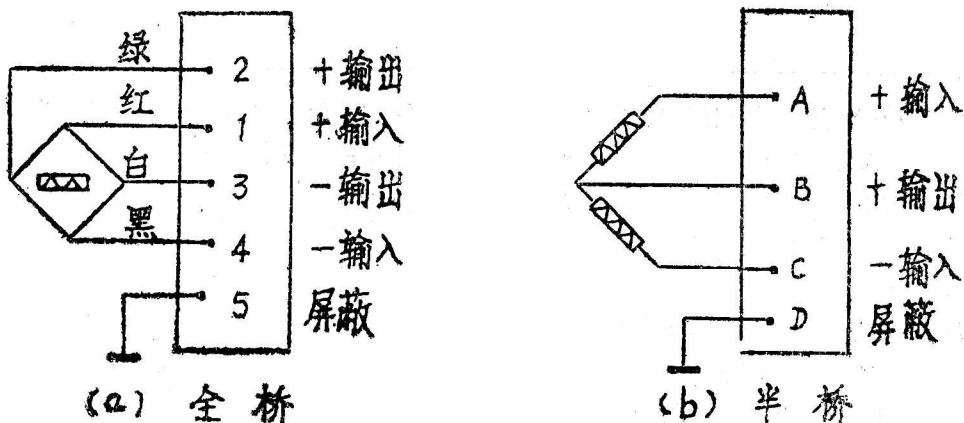

图 1 位移传感器电气连接示意图
位移传感器的电气连接方式包括插头插座式和电缆引线式。其中应指明插头座的型号，相应插针的代号或电缆引线的颜色和代号。电气连接方式如图1所示。
- 若所用屏蔽电缆中导线颜色与图1中颜色不一致时，则必须在文件中另加说明。